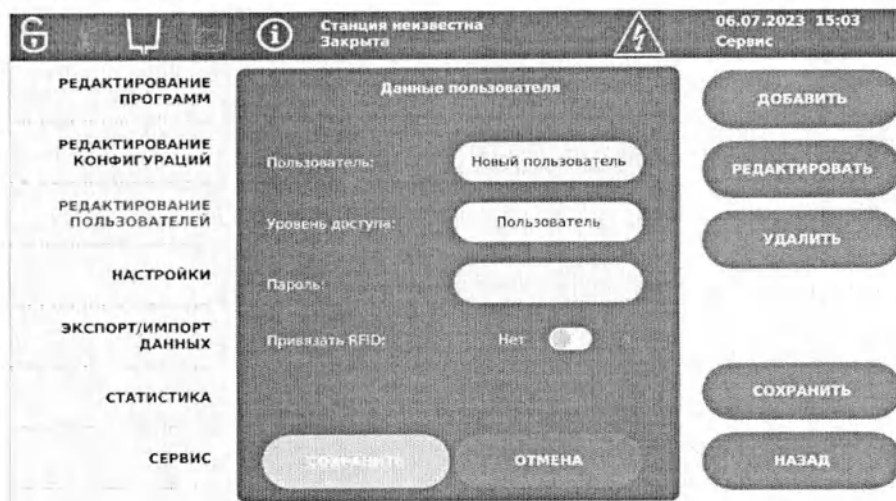

Рисунок 6.21– Данные пользователя
3. Откройте данные пользователя (Рисунок 6.21) посредством нажатия **РЕДАКТИРОВАТЬ**;
5. В окне диалога (Рисунок 6.21) установите параметры учетной записи.